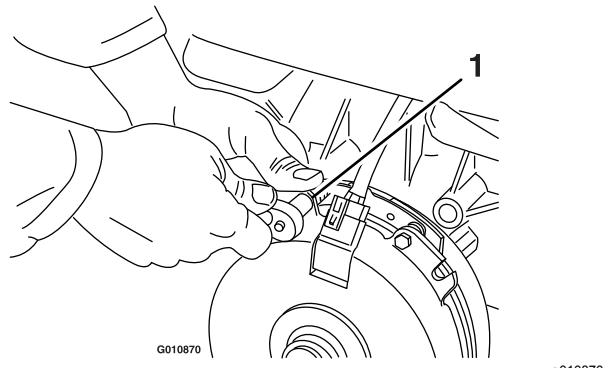

Figura 60
- A. Afloje ambos pernos de montaje del freno entre media y una vuelta, según se muestra en **Figura 60**.